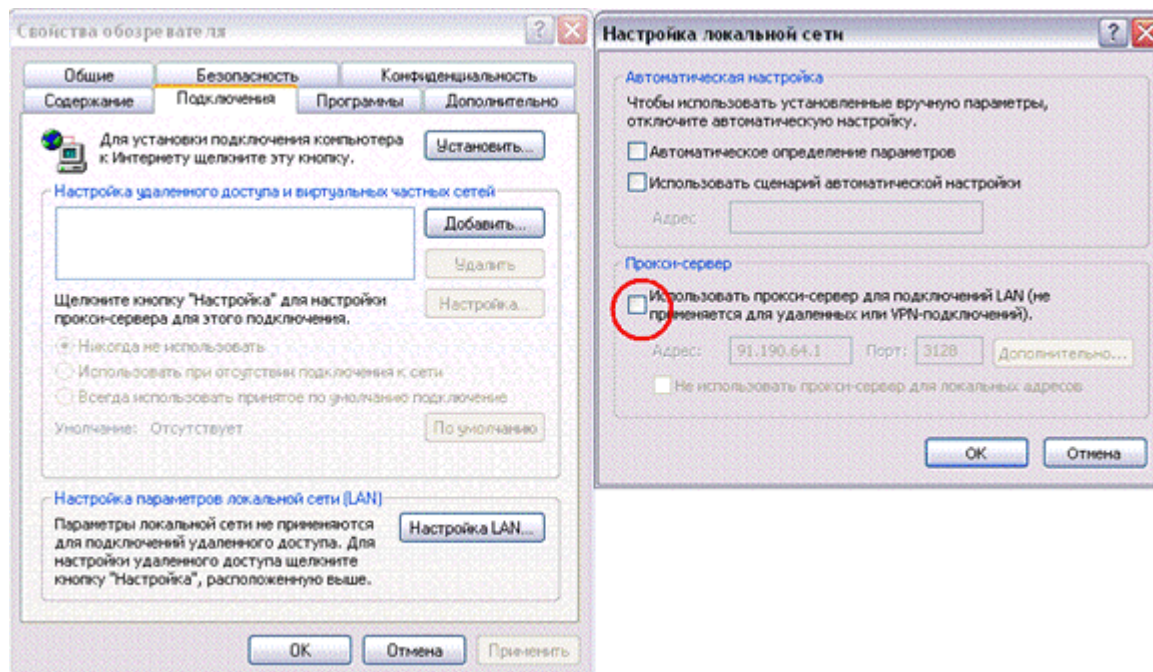

Рис. 2 – Отключение использования прокси-сервера
5. Проверьте, отключена-ли в настройках браузера возможность использования прокси-сервера. Для этого зайдите в меню «Пуск», откройте «Панель управления» и выберите «Свойства обозревателя». На появившейся форме (см. рисунок 2) выберите вкладку «Подключения» и нажмите кнопку «Настройка LAN». На появившейся форме «Настройка локальной сети» снимите отметку «Использовать прокси-сервер...».